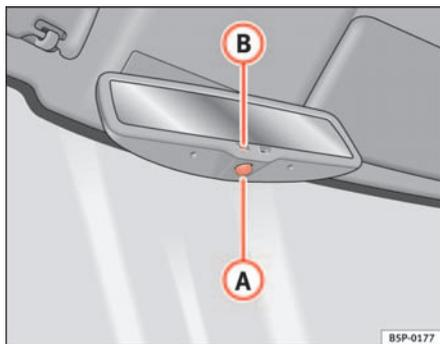

Fig. 89 Specchio retrovisore interno fotocromatico.
- Premere il tasto **A** ⇒ fig. 89. La spia **B** si spegne.
- Premere il tasto **A** ⇒ fig. 89. La spia si accende.